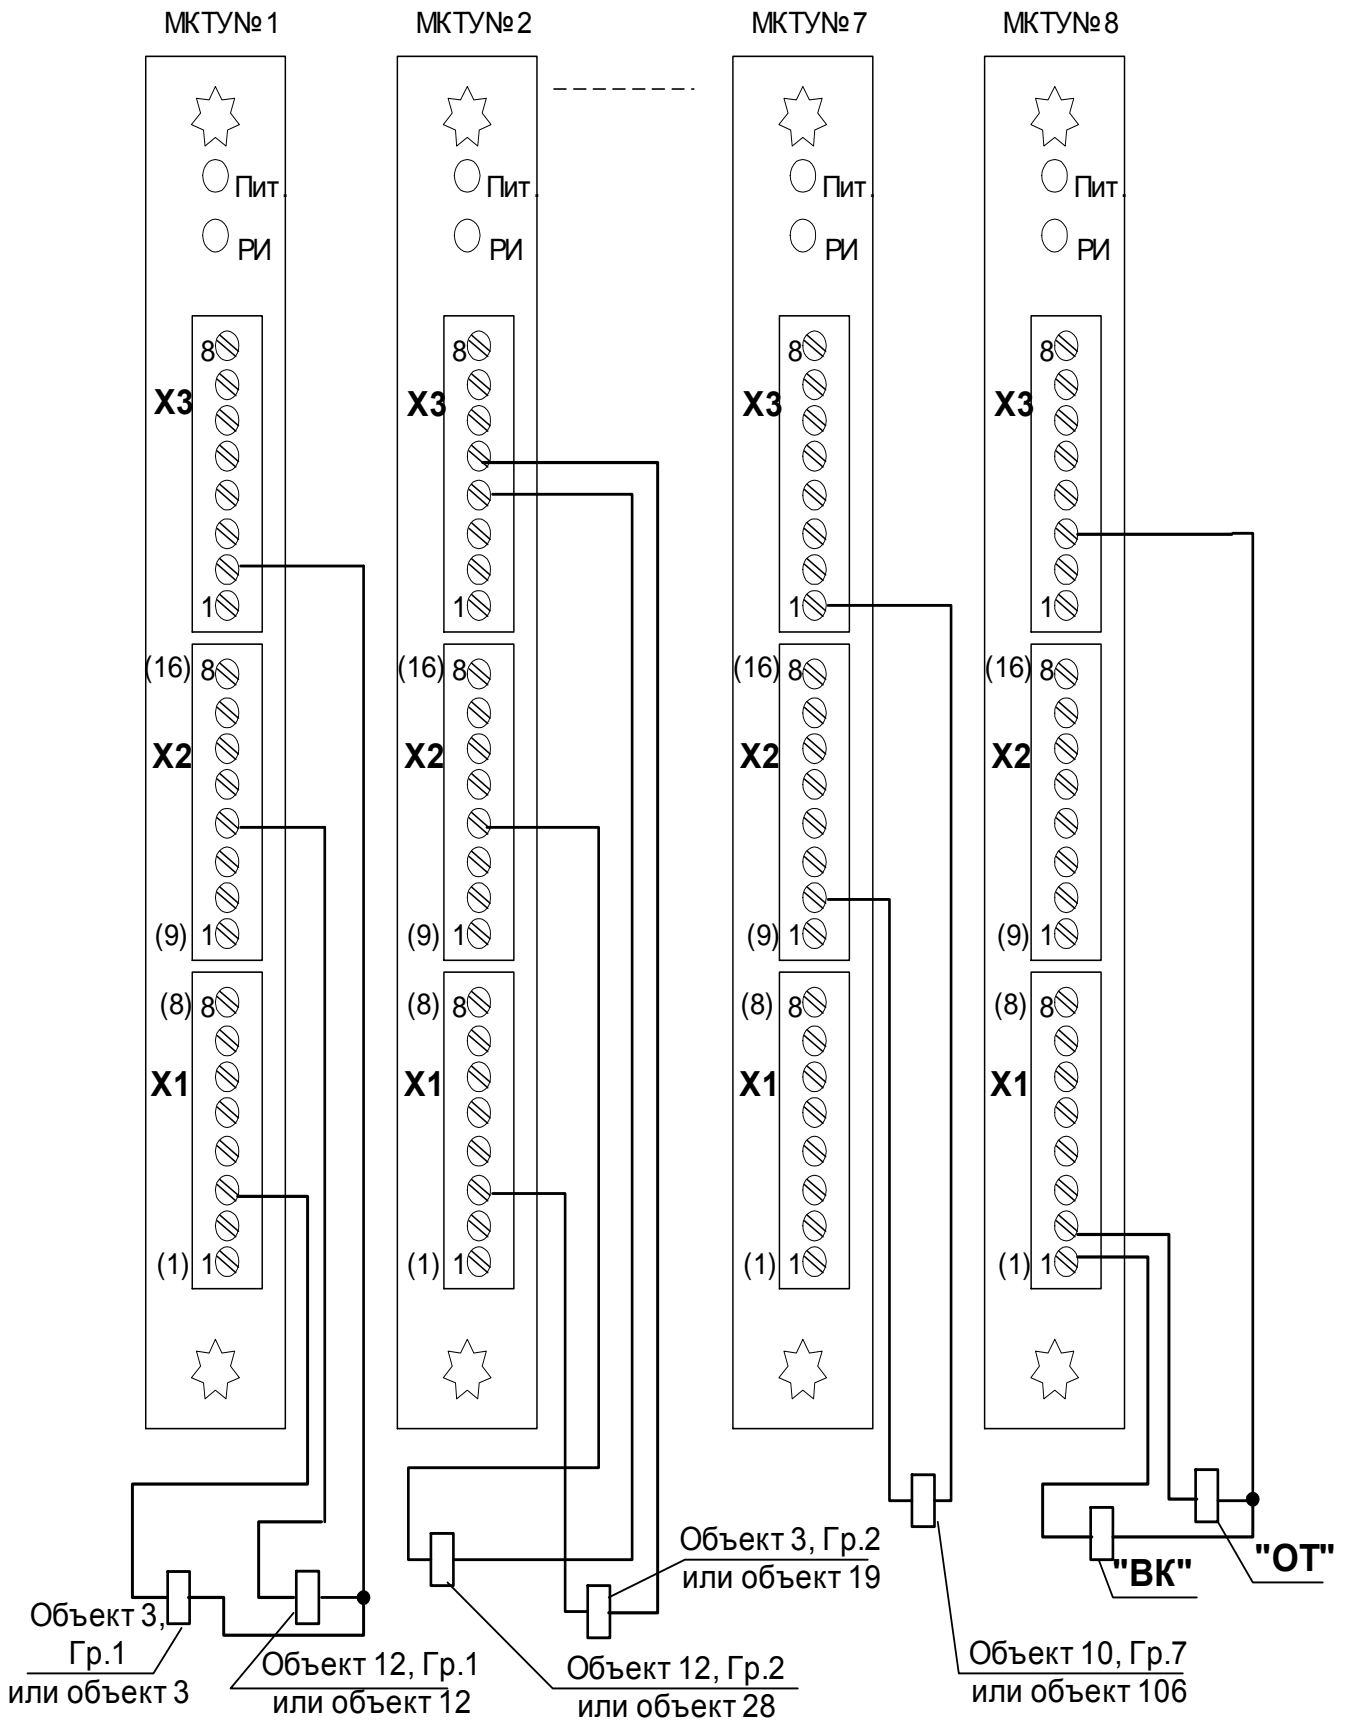

Рис.2.2 Примеры подключения по схеме с общими реле "ВК" - "ОТ".
2.3.7 Пример подключения исполнительных реле по схеме с общими реле "ВК"- "ОТ" приведен на рис. 2.2. Не допускается менять местами модули МКТУ.